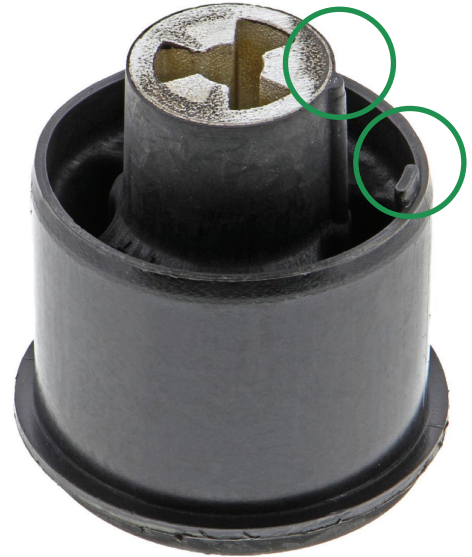

Figure 1 : Languette d'indication
- Veiller à l'orientation et à la direction correctes de la bague de la poutre d'essieu pendant l'installation. En général, cela signifie qu'il faut placer l'indicateur d'orientation (il peut s'agir d'une encoche, d'une flèche ou d'une languette) sur la face ou le manchon de la bague et l'aligner sur le bord du bras oscillant. **(Figure 1)**